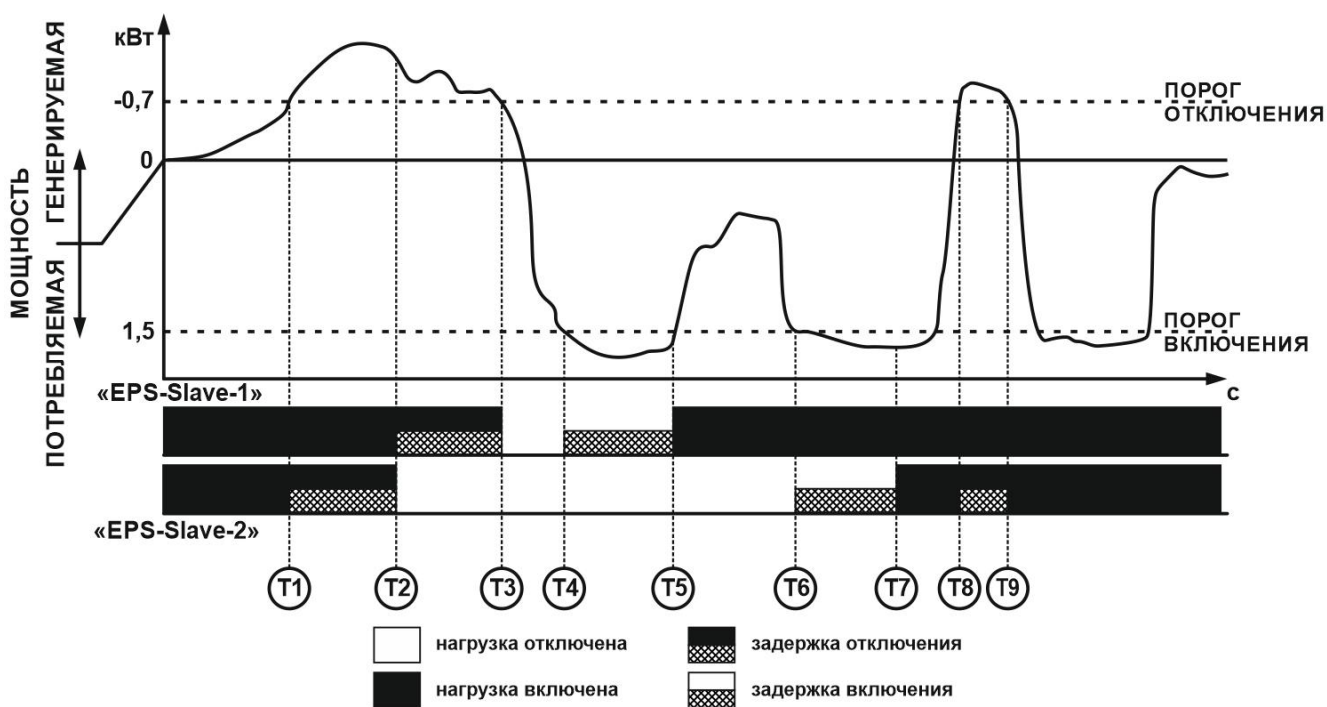

Рисунок 15 – Работа в режиме реле перетока с инверсией
- о начинается отсчет времени 60 с (параметр: «Задержка отключения», время T1 или T8 – рисунок 15);